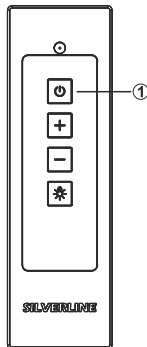

Abb. 20
- ➔ Drücken über Fernbedienung (⏻) die Tasten (Abb. 20).